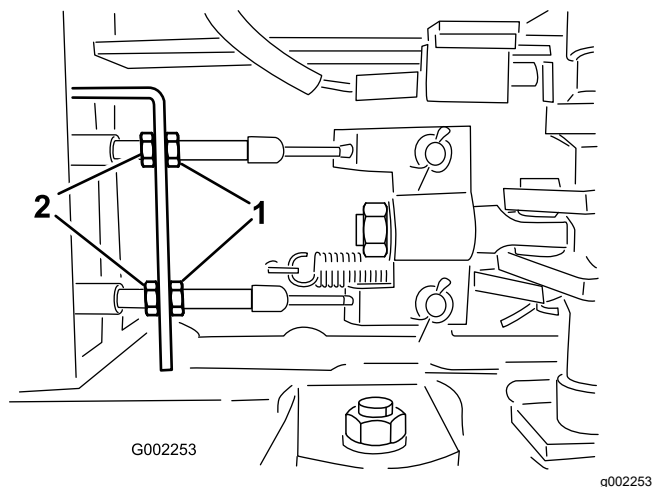

図 137
5. ブレーキケーブルの車両前端側にある前ジャムナットをゆるめる (図 137)。
6. 後ナットを均等に締めて、ブレーキペダルの遊びを 10-20 mm に調整する 図 137。